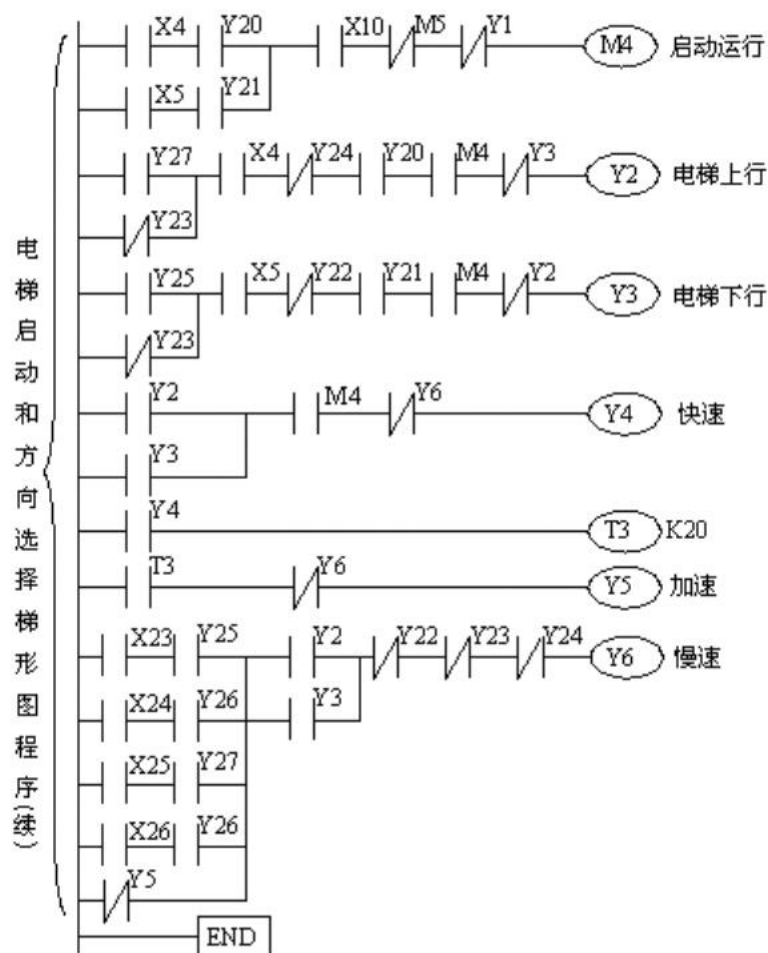

图 29 电梯控制梯形图程序
本实验的梯形图程序如图 29 所示。
1. 按图 29 输入程序。